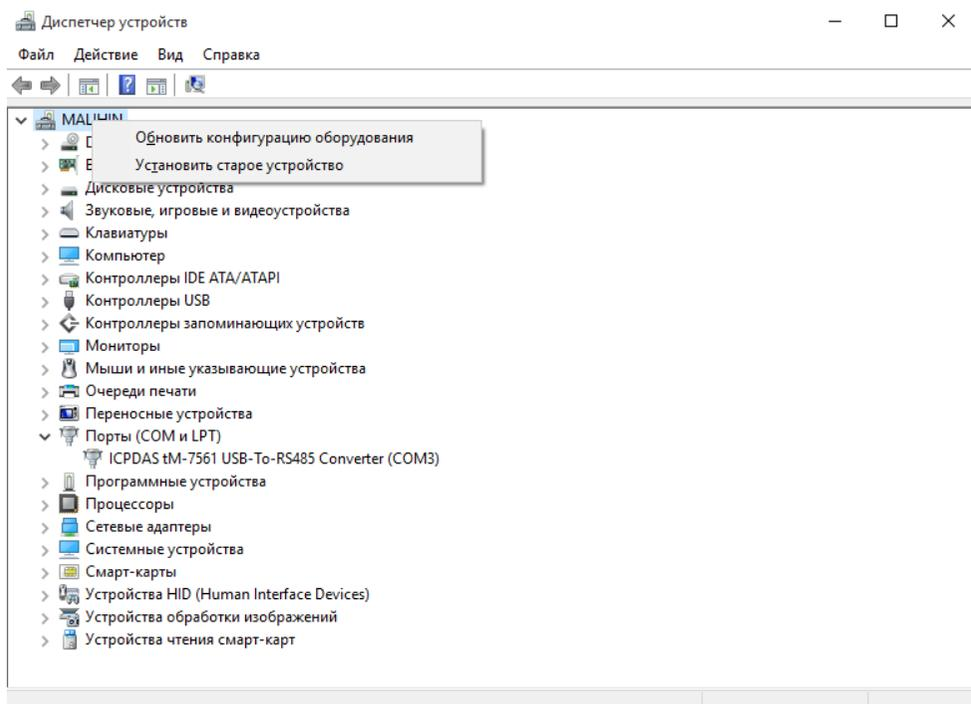

Рисунок 37 - Диспетчер устройств.
- В программе загрузчика выбрать номер COM порта, к которому подключен контроллер (наличие COM портов на компьютере можно следующим образом, выполнить: "Пуск → Панель управления → Диспетчер устройств" в появившемся окне найти строку "Порты (COM и LPT)" под данной строкой будет список доступных COM портов, Рисунок 37);